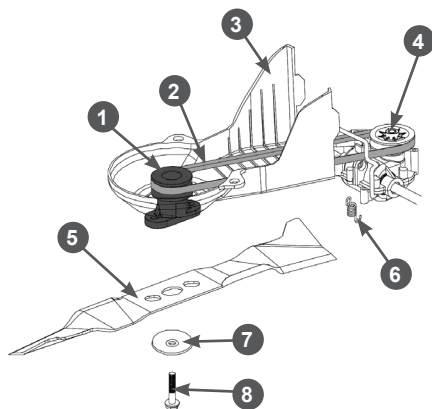

Рис. 26 Обслуживание ремня привода
4. Открутите два винта крепления и снимите защитный кожух 3 ремня (Рис. 26).
5. Осмотрите ремень 2 привода хода на наличие трещин, разрывов, отслоения корда (Рис. 26). При обнаружении поврежденного ремня необходимо заменить.
2. Открутите два винта крепления и снимите защитный кожух 3 ремня (Рис. 26).
3. Снимите ремень 2 со шкива адаптера в сторону двигателя и снимите адаптер 1 с вала двигателя (Рис. 26).
4. Снимите ремень со шкива 4 редуктора (Рис. 26).
6. Установите новый ремень на шкив редуктора, затем установите адаптер ножа и установите ремень на шкив адаптера ножа. После этого убедитесь, что пружина 6 на месте и держит ремень в натянутом состоянии (Рис. 26).